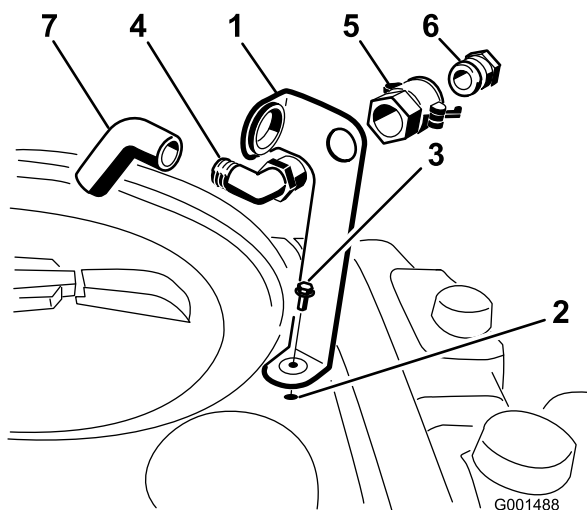

図 3
ボルト (5/16 x 3/4 インチ) で固定する (図 3)。
2. 90度エルボのネジ切りしている側をブラケットに通し、クイック・カップラでブラケットに固定する (図 3)。
3. クイック・カップラにホース・アダプタを取り付ける (図 3)。
4. カップラについているレバーをアダプタ側に倒してロックし、ヘアピンコッターで固定する (図 3)。
5. 逆流防止ホースを、ブラケットの大きな開口部に通してから、90度エルボに取り付ける (図 3)。